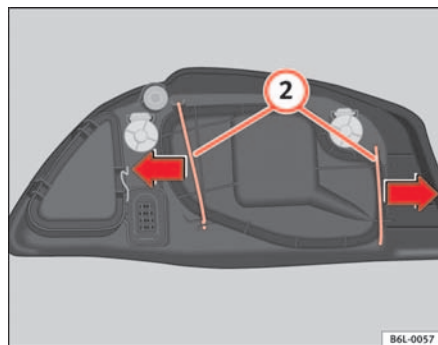

Fig. 144 Lampe feux de route
- Déplacez les tirants (2) ⇒ fig. 144 vers l'extérieur, dans le sens de la flèche puis retirez le cache.
- Placer le cache en plastique et les tirants (2) ⇒ fig. 144.